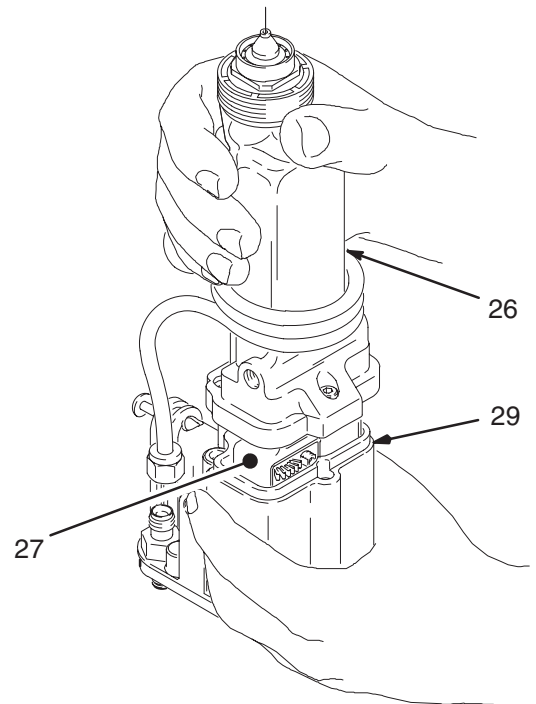

Fig. 20
4. Maintenir la poignée du pistolet (29) d'une main et tirer bien droit sur le canon (26) pour l'extraire de la poignée. Voir la Fig. 20.